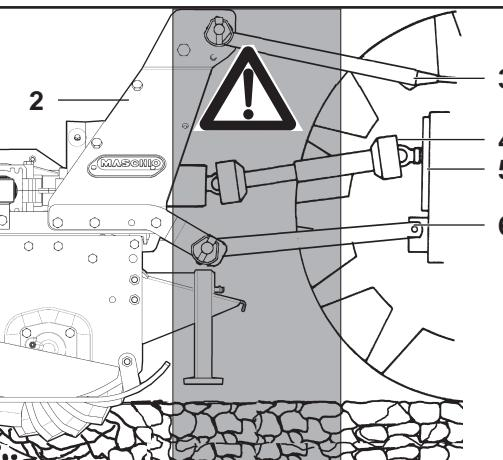

Fig. 4
25) It is absolutely forbidden to stand between the tractor and the machine (Fig. 4) when the engine is running and the cardan shaft is engaged without having first engaged the hand brake.
25) Il est absolument interdit de se mettre entre le tracteur et l'appareil (Fig. 4) quand le moteur est en marche et le cardan enclenché, sans avoir tiré le frein de stationnement.
25) Es ist absolut verboten, bei laufendem Motor und eingeschalteter Gelenkwelle zwischen den Schlepper und das Gerät zu treten (Abb.4). Dazu muß die Feststellbremse gezogen werden. Achten Sie bei der Arbeit mit der Maschine auf den nötigen Sicherheitsabstand aufgrund der Auswurfgefahr stumpfer Gegenstände.
25) Está terminantemente prohibido colocarse entre el tractor y el equipo (Fig.4) con motor encendido y cardán inserido, o sin haber accionado el freno de estacionamiento. Manténgase a una distancia de seguridad de la máquina durante el trabajo, porque puede proyectar objetos.
29) È assolutamente vietato interporsi fra il trattore e l'attacco della macchina per manovrare il comando dall'esterno per il sollevamento (Fig. 4).
29) It is absolutely forbidden to stand between the tractor and the implement when manoeuvering the lift control from the outside (Fig. 4).
29) Il est absolument interdit de se mettre entre le tracteur et l'attelage pour manœuvrer la commande de relevage de l'extérieur (Fig. 4).
29) Es ist absolut verboten, zwischen den Schlepper und den Anschluß zu treten, um die Aushebung von außen zu betätigen (Abb. 4).
29) Está absolutamente prohibido colocarse entre el tractor y el enganche para maniobrar el mando desde el externo en la fase de elevación (Fig. 4).